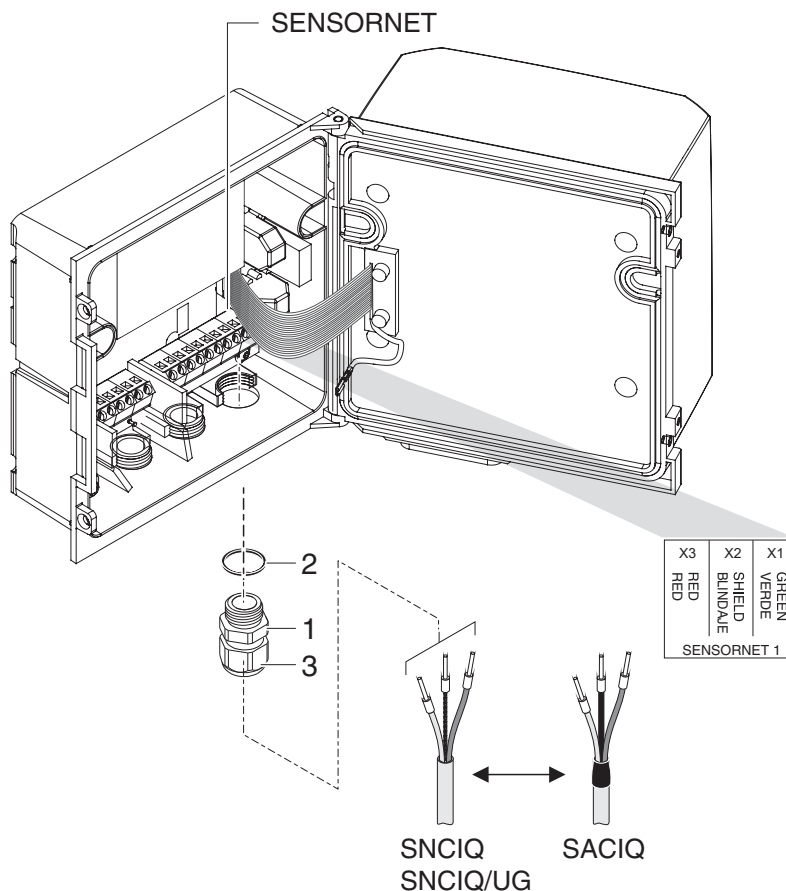

figura 3-1 Conexión del cable (ejemplo DIQ/S 281CR2)
- 2 Enrosque el casquillo prensacables (n.º 029 212, pos. 1 en la figura 3-1) con la junta (pos. 2) en la carcasa en la posición de montaje para la conexión SENSORNET (véase la etiqueta en la parte inferior de la carcasa).
- 3 Afloje la tuerca ciega (pos. 3 en la figura 3-1).
- 6 Apriete la tuerca ciega (pos. 3 en la figura 3-1).